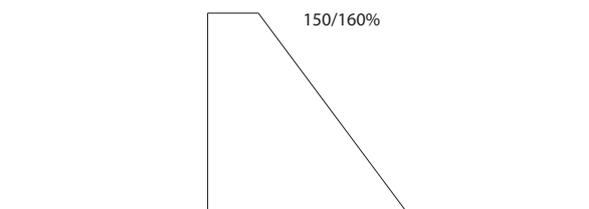

Рисунок 6.2 Горизонтальные нагрузки
- Тормозные резисторы для горизонтальных нагрузок (конвейеры, тележки, порталные краны и т. д.), см. *Рисунок 6.2*;